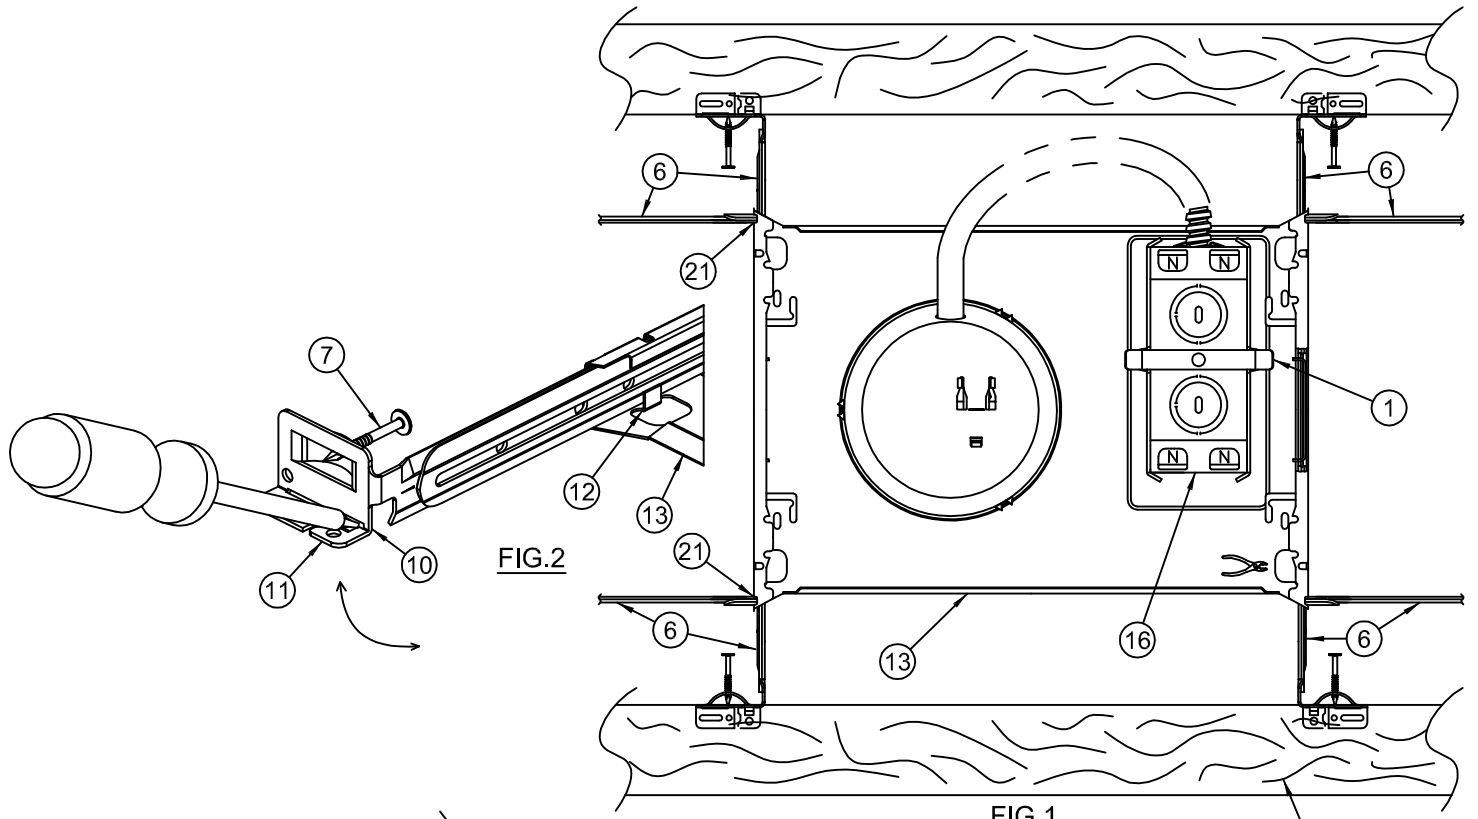

FIG.1
**CAUTION:** To complete the installation, choose only a UL Listed Progress Trim from the Label inside the Housing. The use of any Trim Not Listed in this Fixture, is a Violation of N.E.C. Article 110-3 (B) and Voids All Warranties.
**A.- For Wooden Joists:** Use the Centering Notches (4), Located on the Plaster Frame, to position the Fixture, extend the Hanger Bars (6) and hammer the 4 Nails (7) into Joists (8). Drive additional nails through holes in Hanger Bars for additional support if required. Bars may be bent to fit tight mounting conditions. (See Fig. 1 & 6)
**C.- Locate Housing:** (3) along Hanger Bar to desired position and using pliers, squeeze the 4 Locking Tabs (12) on the Plaster Frame (13) tightly over the Bars to prevent further Housing movement. Bar Hangers (6) may be Installed in alternate Slots (21) if Mounting Conditions require. (Fig. 1)
**ADVERTENCIA:** Para completar la instalación, escoja un ribete Progress UL calificado, el cual se indica en la etiqueta dentro de la caja. El uso de un ribete no indicado con esta unidad contraviene el NEC Artículo 110-3 (B) y anula todas las garantías.
**A.- PARA VIGUETAS:** Utilice las muescas para alineación (4), ubicadas en el armazón enyesado para situar la unidad extienda los colgadores de barra (6) hasta que se topen con las viguetas y martille las cuatro orejas en forma de clavo (7) en la viguetas (8). Martille más clavos en los agujeros en los colgadores de barra para proporcionar más soporte si es necesario. Se puede doblar los colgadores de barra para acomodarse a condiciones estrechas de montaje. (Véase Fig. 1)
**B.- EN FALSOS TECHOS:** Posicione la unidad sobre la rejilla con las barras "T" (9) penetrando las muescas en los colgadores de barra (10). Doble los cabos de los colgadores de barra de manera que encajen con las pestañas integrantes (11). Cierre con alicates si es necesario.
**C.- Posicione la cubierta:** en el colgador de barra donde se desea y, usando alicates, doble las cuatro puntas de montaje (12) en el armazón enyesado (13) firmemente sobre las barras para evitar algún movimiento de la cubierta. Los colgadores de barra (6) pueden ser instalados en ranuras alternas (21) cuando las condiciones de montaje lo exijan.
**D.- ABRA LA CUBIERTA DE LA CAJA DE EMPALMES:** (14) por medio de levantar el resorte (3).
**E. - Funcione Los Alambres De la Fuente:** a través de la UL conectadores enumerados (no provistos) en uno de los cinco pryouts (15) en la caja de ensambladura (16) o el tipo cable del NM (ROMEX), con una abertura sobre la placa de retención del alambre (17). El cable (18) es asegurado por la placa de Wire Retaining (17). Conecte los alambres con los alambres de la fuente (19) según lo demostrado en dígrama eléctrico. Substituya El Montaje del tapizado De la Caja De Ensambladura (14).
**AVERTISSEMENT:** Pour terminer l'installation, choisissez seulement une garniture Progress UL qualifiée, qui figure sur l'étiquette à l'intérieur du logement. L'usage de n'importe quelle autre garniture qui ne figure pas sur la liste dans ce dispositif d'éclairage contrevient l'Article 110-3 (B) du NEC et annule toutes les garanties.
**A.- POUR SOLIVES:** Utilisez les dents de centrage (4), situées sur le cadre en plâtre pour localiser le dispositif placez les barres de suspension (6) afin qu'elles se trouvent entre les solives et tapez les quatre languettes à clouer (7) dans les solives (8). Enfoncez des clous supplémentaires dans les trous aux barres de suspension pour donner plus de support. Les barres de suspension peuvent être pliées pour s'adapter aux conditions étroites de montage. (Voir La Fig. 1)
**B.- DANS FAUX PLAFONDS:** Placez le dispositif sur le cadre du plafond de manière que les barres en "T" (9) pénètrent les dents sur les barres de suspension (10). Appuyez sur les bouts des barres de suspension afin qu'ils s'engagent avec les languettes intégrantes (11). Utilisez une pince s'il est nécessaire.
**C.- Situez le logement:** sur la barra de suspension à la position désirée et avec des pinces appuyez fermement sur les quatre dents (12) du cadre en plâtre (13) par-dessus les barres de suspension pour conserver la position du logement. Les barres de suspension (6) peuvent être installées dans une rainure (21) sur deux où les conditions d'installation l'exigent.
**D.- RETIREZ LE COUVERCLE DE LA BOÎTE DE DÉRIVATION:** (14) au moyen de soulever le ressort (3).
**E. - Courez Les Fils D provisionnement :** par l'UL connecteurs énumérés (non fournis) dans un des cinq pryouts (15) sur la boîte de jonction (16) ou le type câble de NM (ROMEX), par une ouverture au-dessus du plat de retenue de fil (17). Le câble (18) est fixé par le plat de Wire Retaining (17). Reliez les fils aux fils d provisionnement (19) comme montré dans le diagramme de câblage. Remplacez L semblée De Couverture De Boîte De jonction (14).